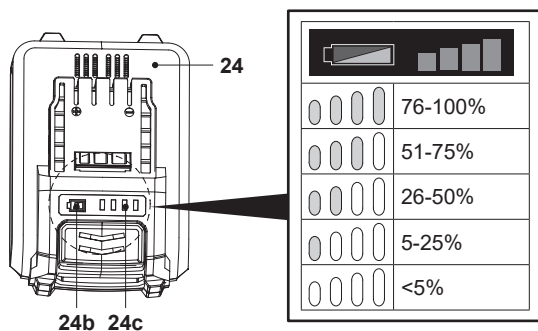

Fig. 10
Acumulatorul (24) este echipat cu indicatoare de capacitate (24c) pentru a vedea care este nivelul de încărcare rămas. Apasă pe butonul de capacitate a acumulatorului (24b) pentru a verifica nivelul (fig. 10). Ledurile vor rămâne aprinse circa 3 secunde.